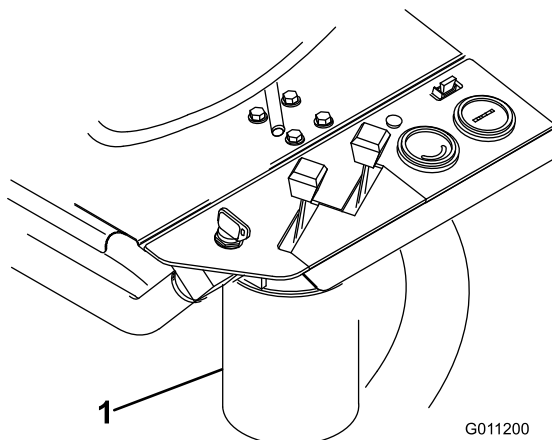

図 51
2. フィルタ容器の周辺をウェスできれいにぬぐう (図 51)。フィルタの下に廃油受けを置いてフィルタを外す。